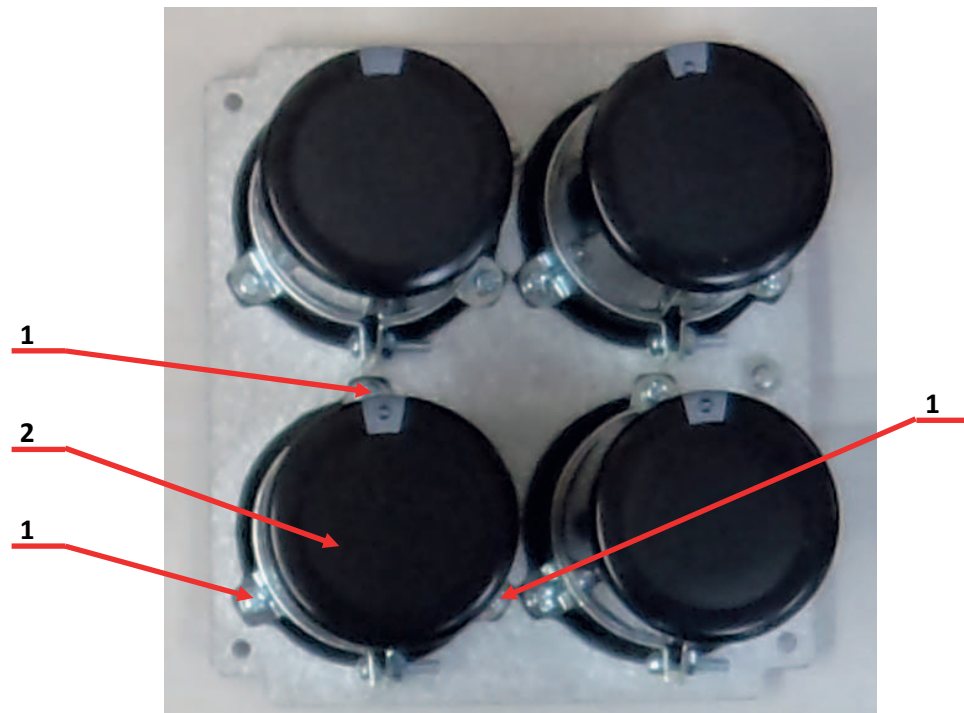

Рис.6.29
6.14.3. Открутить три винта поз.1 (рис. 6.29) и положить их в тару 3.1.17.